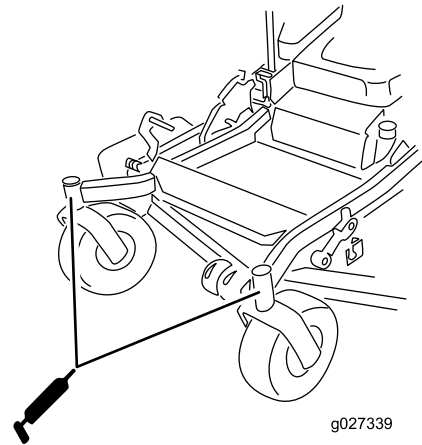

Figura 41
10. Instale el tapón hexagonal y la tapa (Figura 41).
11. Engrase los cojinetes de las ruedas giratorias (Figura 41).